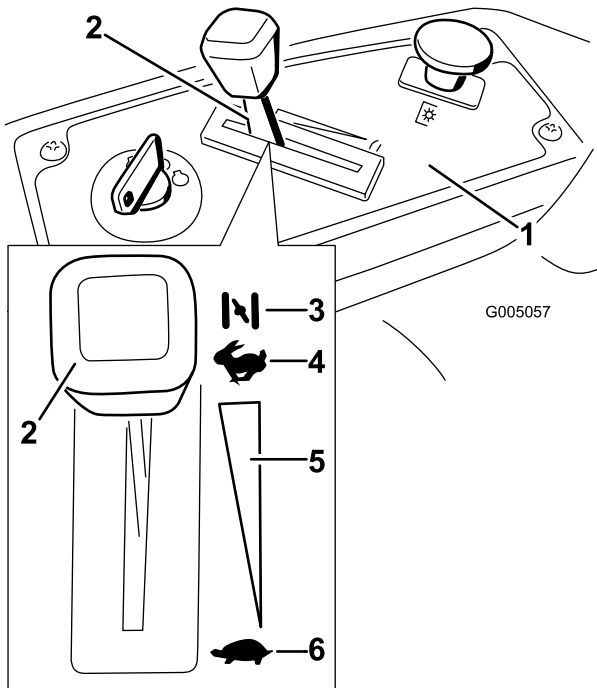

Bild 12
3. Stellen Sie den Gasbedienungshebel auf Choke (Bild 12), bevor Sie einen kalten Motor ansassen.
5. Schieben Sie den Gasbedienungshebel, sobald der Motor angesprungen ist, auf Schnell (Bild 12). Stellen Sie, wenn der Motor aussetzt oder unregelmäßig läuft, den Gasbedienungshebel für ein paar Sekunden wieder zurück auf Choke. Wiederholen Sie diesen Vorgang nach Bedarf.
3. Stellen Sie den Zündschlüssel auf Aus“ (Bild 12) und ziehen Sie ihn ab.